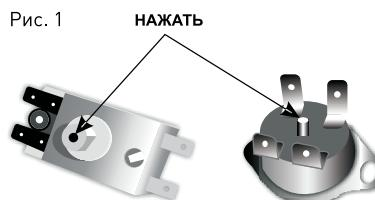

Рис. 1
3. Нажмите на кнопку, расположенную на терmostате, для приведения ЭВН в обычный режим работы (Рис. 1).